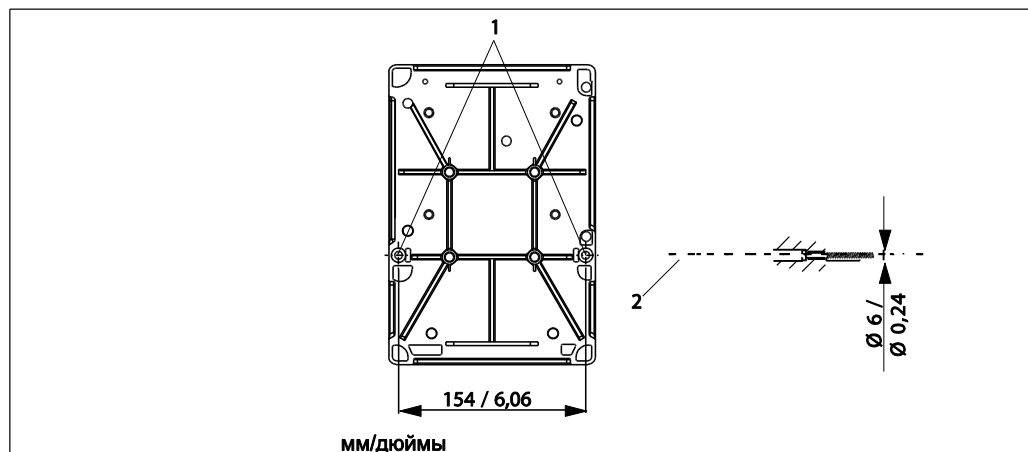

Рис. 7. Монтаж полевого прибора на стене
1. Просверлите отверстия в соответствии с Рис. 7.
2. Вверните два крепежных винта в отверстия (1) с передней стороны.
4. Закройте отверстия пластмассовыми заглушками (2).